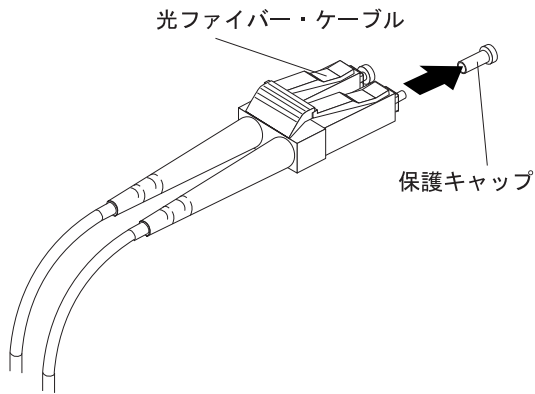

図 31. 光ファイバー・ケーブルの保護キャップの取り外し
3. 57 ページの図 31 に示すように、LC-LC ケーブルの一方の端から保護キャップ 2 個を取り外します。将来の利用のために、保護キャップを保管しておきます。